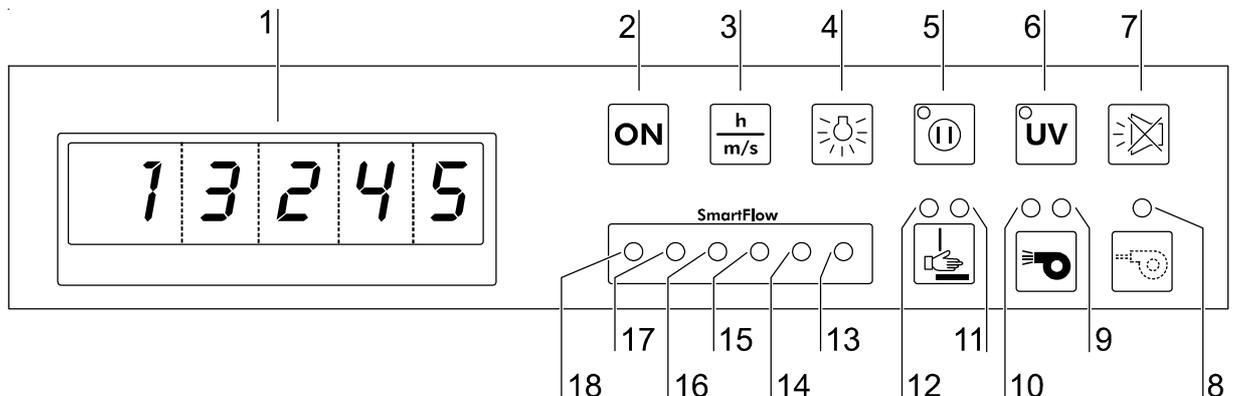

Fig. 12
**6****Uso****Indicatori di stato, Fig. 12:**
**SmartFlow Indicator, Fig. 12:**